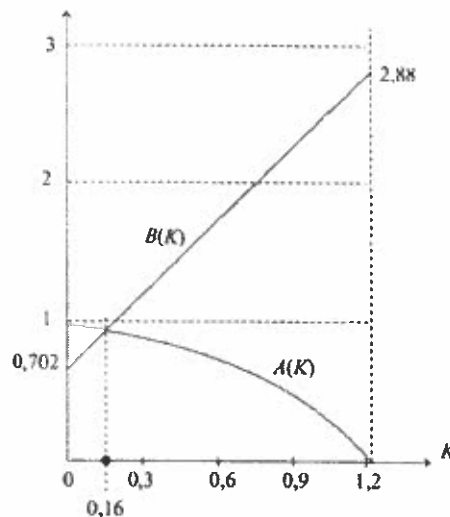

Figure 1 Variations de  $A(k)$  et  $B(k)$
- Soit  $A(k) = |1 - (k - 0,21)^2|$  et  $B(k) = |0,702 + 1,8k|$ . La figure 1 représente les deux fonctions  $A(k)$  et  $B(k)$ , déterminer en utilisant le critère de Jury la condition de stabilité.